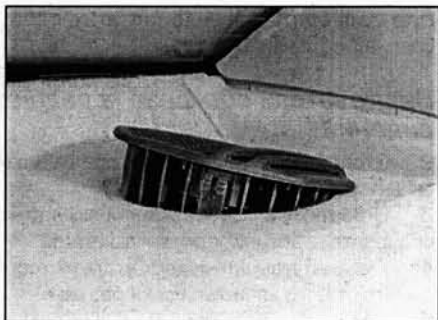

Рис. 21.8.б. Снятие динамика, устанавливаемого в задней полке (седан)
- На моделях с кузовом седан под полкой сожмите фиксаторы динамика и надавите на динамик вверх (рис. 21.8, а-б). Отсоедините электрический разъём.